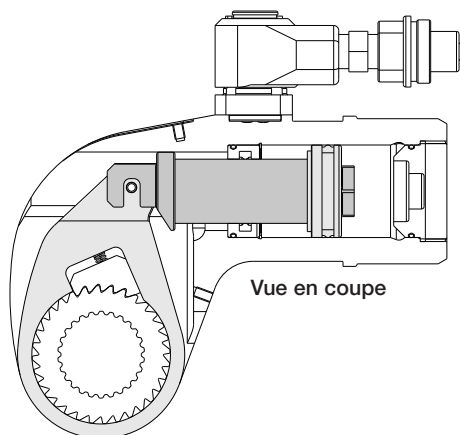

Fig. 20
5.3.6 Remontage et repose du piston (fig. 20 et 22)